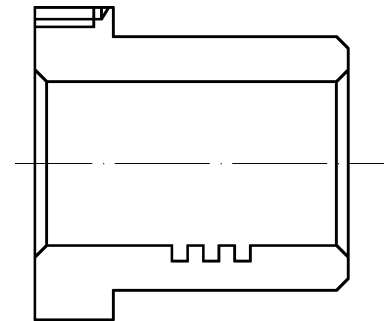

图 11-39 绘制锯齿齿形示例
3) 绘制锯齿齿形。选择“粗实线”为当前图层，打开正交模式，选择“绘图”面板→“直线”命令，采用连续的直线距离方式和输入 4，可以绘制出齿形，如图 11-39 所示。